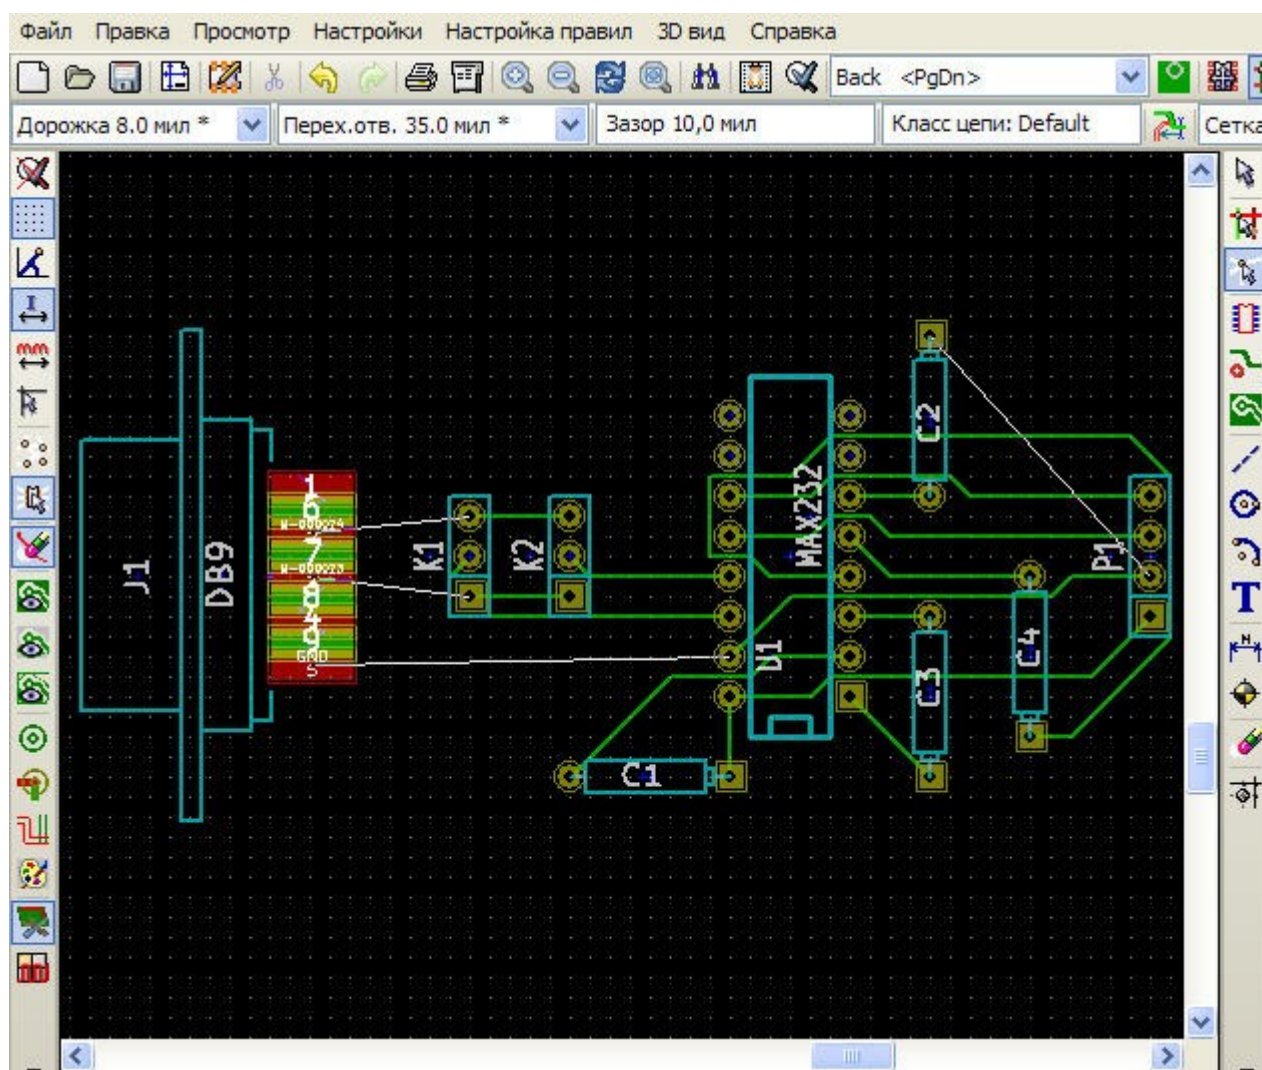

Рисунок 17 Результат работы автотрассировщика
**Проверка правил проектирования** (Выполнить проверку правил проектирования ) - функция контроля новых дорожек, обеспечивающая их неперекрывание друг другом. Правила, регламентирующие зазор, настраиваются в **Настройки > Размеры > Зазоры контактной площадки**. С включенной Проверкой правил проектирования (Разрешить проверку правил проектирования по умолчанию) Pcbnew не позволит вам разместить отрезок дорожки, который нарушает эти правила. При проведении отрезка трассы, “охраняемое пространство” вокруг него отображается узкими линиями. Если это “охраняемое пространство” совпадет с имеющимся объектом, Pcbnew не разместит отрезок трассы при нажатии кнопки (Рисунок 17). **Правила проектирования** могут быть отключены: **Запретить проверку правил проектирования**  в верхней части левой панели.